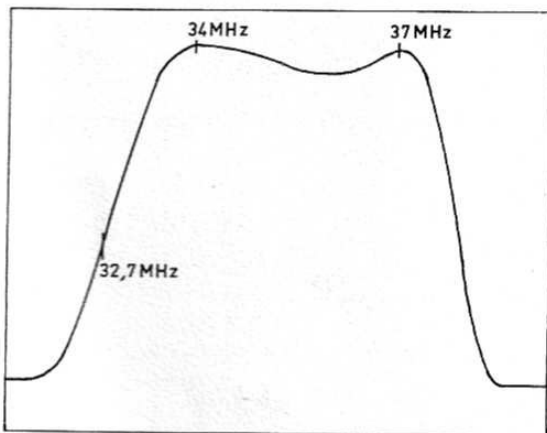

Fig.4
- Régler la bobine 6369 pour équilibrer la courbe (fig. 4).